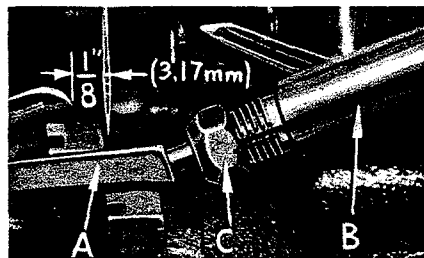

Fig. 5
Bei allen in diesem Katalog angeführten Maschinen, führe den Untergreifer (A, Fig. 5) in die Bohrung der Stange (B) ein. Bei linksseitiger Endstellung des Greifers stelle die Greiferspitze mit einem Abstand von  $1/8'' = 3,2 \text{ mm}$  zur Nadelmittle ein, wobei die Greiferlehre Teil Nr. 21225-1/8 benutzt werden kann. Die Nadel darf vom Untergreifer nicht weggedrückt werden. Ziehe Mutter (C) fest an.
On all of the Styles covered in this catalog insert lower looper (A, Fig. 5) into bar (B). With lower looper at left end of its stroke, set looper point  $1/8'' = 3,2 \text{ mm}$  from center of needle (Fig. 5), using looper gauge No. 21225-1/8. Do not have lower looper deflecting needle. Tighten nut (C).